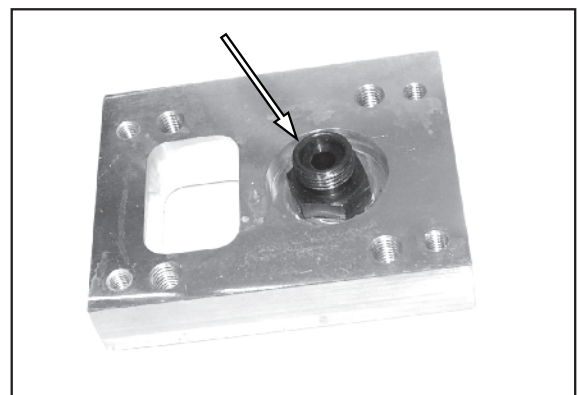

Figura 66.
2. Vedere la Figura 66. Rimuovere la valvola a connettore.